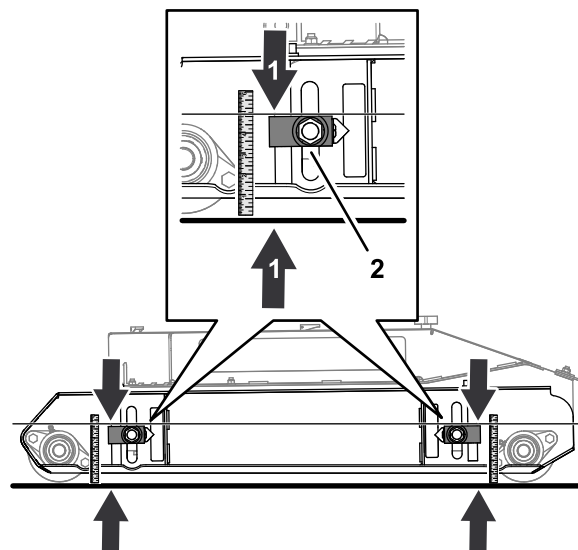

図 79
- 刈高アジャスタブロックを固定しているナットをゆるめる(図 79)。
- 刈高アジャスタを上下させて、刈高アジャスタブロックの上面から床面までの距離が 124 mm になるように調整する(図 79)。